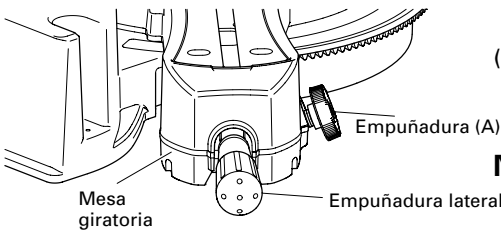

Fig. 36
- (1) Gire la mesa giratoria hasta el ángulo de ingletes que necesite.
- (2) Cuando realice ajustes del ángulo de ingletes, gire el botón (A) a la vez que levanta la palanca (Fig. 36).